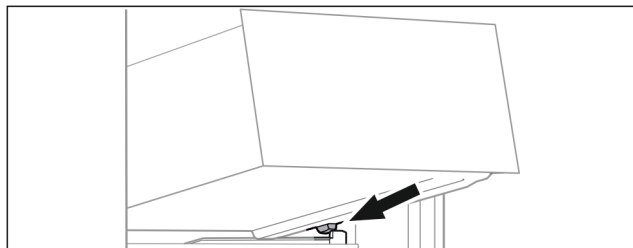

*Fig. 189*
- Uzlieciet atvilktni ieslīpi zem aizturiem uz tvertnes ribas. (skat. Fig. 189)